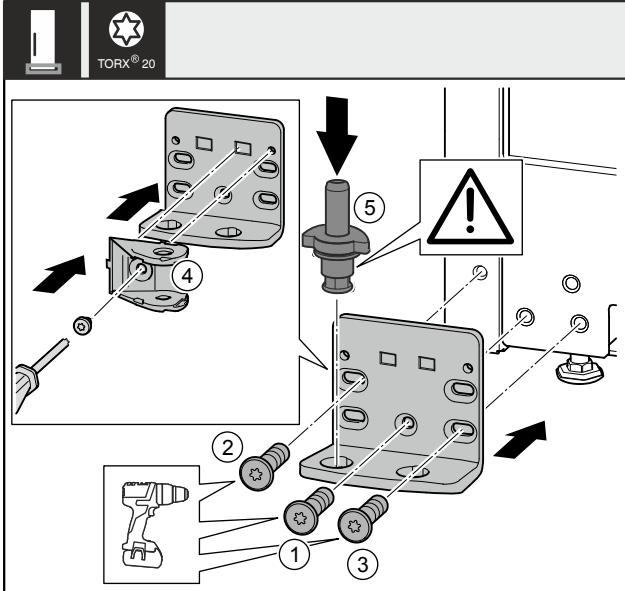

Fig. 36 \*
- ▶ Coloque el soporte del cojinete en el otro lado y atornílelo con un destornillador. Comience con el tornillo Fig. 36 (1) en la parte inferior central.\*
- ▶ Atornille el tornillo Fig. 36 (2) y el tornillo Fig. 36 (3).\*
- ▶ Gire la conexión del amortiguador de cierre Fig. 36 (4) 180°. Atornille el soporte del cojinete en el otro lado con un destornillador.\*
- ▶ Inserte completamente los pernos del cojinete Fig. 36 (5). Asegúrese de que la leva de bloqueo apunte hacia atrás.\*